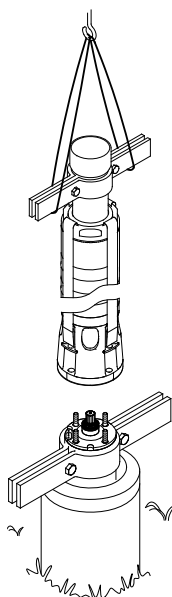

Fig. 21 Pumpen løftes på plads
3. Løft pumpedelen ved hjælp af rørbøjler som monteres på forlængerrøret. Se fig. 21.